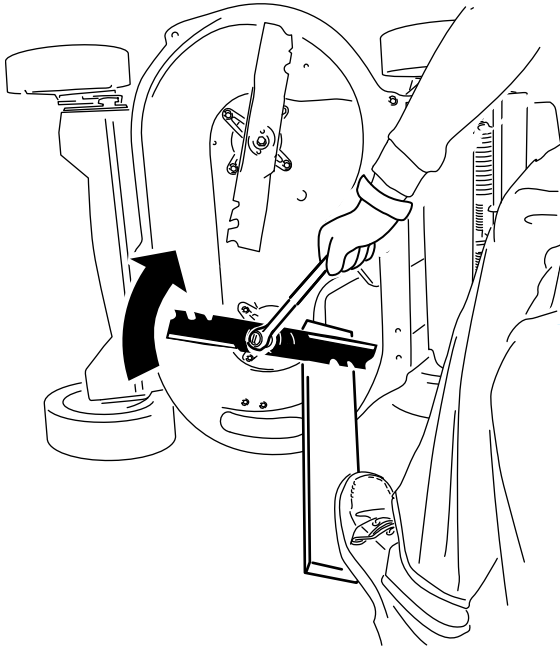

Figure 43
2. Immobilisez chaque lame à l'aide d'une planche et tournez le boulon de lame dans le sens horaire au moyen d'une clé dynamométrique comme montré à la Figure 43 ; serrez chaque boulon de lame à 82 N·m.